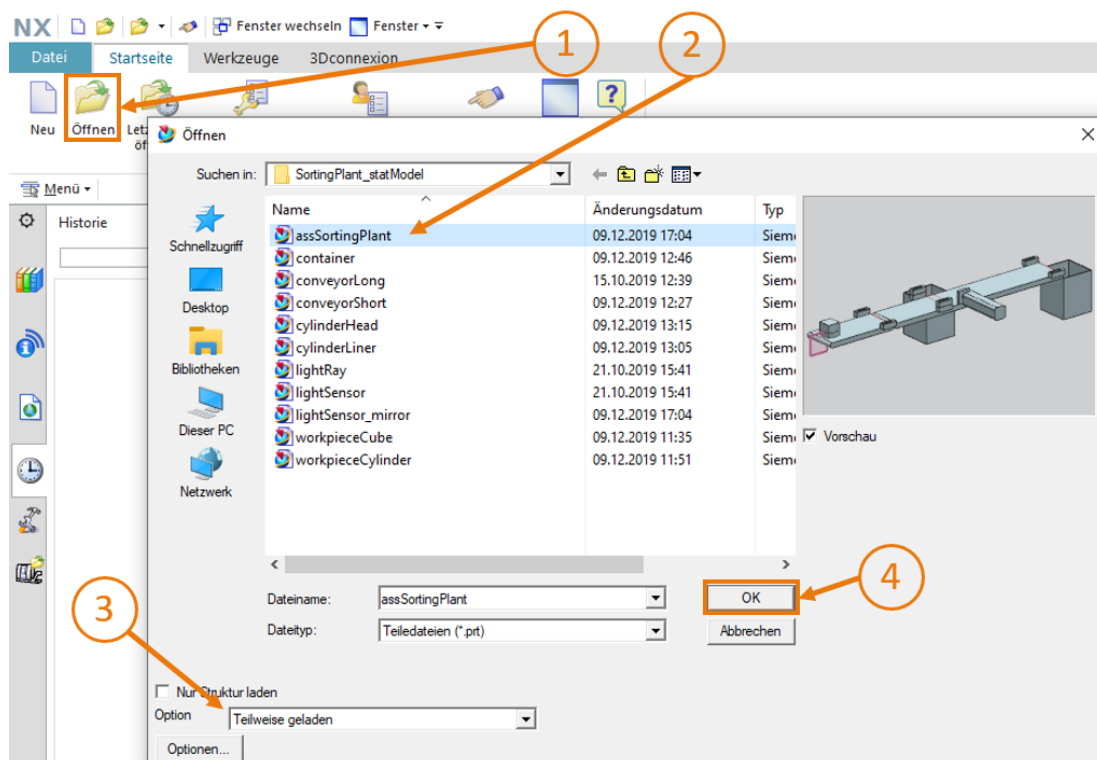

Abbildung 6: Öffnen einer Baugruppe in NX
- Starten Sie NX und warten Sie, bis sich das Programm geöffnet hat und Sie die Startseite sehen. Klicken Sie auf die Schaltfläche „Öffnen“ (siehe Abbildung 6, Schritt 1) und navigieren Sie zu Ihrem zuvor erstellten Ordner. Sie sehen jetzt die in Modul 4 erstellten Teile. Selektieren Sie die Baugruppe „assSortingPlant“, welche das vollständige statische 3D-Modell der Sortieranlage beinhaltet (siehe Abbildung 6, Schritt 2). Wählen Sie die Option „Teilweise geladen“ aus (siehe Abbildung 6, Schritt 3), damit nur die Modelle der Einzelkomponenten der Baugruppe geladen werden, nicht aber zusätzliche Zeichnungen oder Koordinatensysteme. Bestätigen Sie Ihre Auswahl schließlich mit einem Klick auf „OK“ (siehe Abbildung 6, Schritt 4).